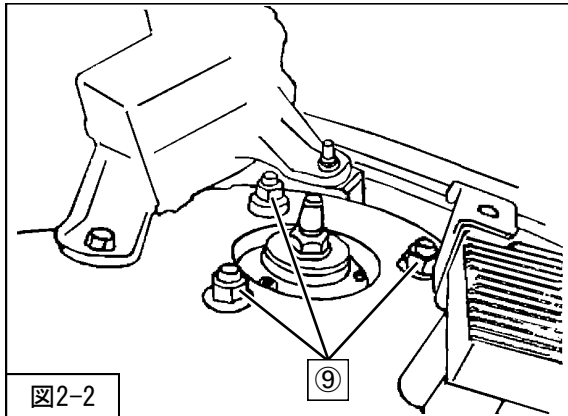
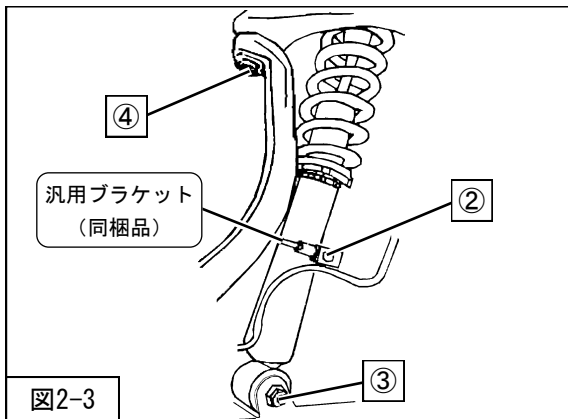

図2-2
図2-3
⑨ダンパーアッパー取付ナット（締付トルク：67N・m）を車両に取付けてください。（図2-2）
3. AVS装着車はタイラップ（同梱品）を使用して、⑦アクチュエーターハーネスを適当な位置に固定してください。
4. ステアリングナックルをアッパーアームに取付け、④アッパーアームジョイントナット（締付トルク：87N・m）・クリップを取付けてください。（図2-3）
5. ③ダンパーロア取付ボルト・ナット（締付トルク：157N・m）を取付けてください。（図2-3）
6. ②ABSセンサハーネス取付ボルト（締付トルク：6N・m）を使用して、ABSセンサハーネスを取付けてください。（図2-3）